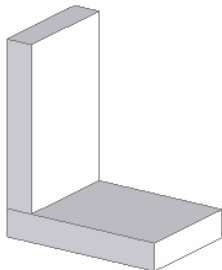

图 11-16 配合后的图形
(1) 重合。重合配合关系比较常用，是将所选择两个零件的平面、边线、顶点，或者平面与边线、点与平面，使其重合。图 11-15 所示为配合前的两个零部件，标注的 6 个面为选择的配合实体。利用前面介绍的配合操作步骤，在属性管理器中“配合选择”一栏中，选择图 11-15 中的平面 1 和平面 4，然后单击“标准配合”一栏中的“重合”按钮图标，注意重合的方向，单击属性管理器中的“确定”按钮图标，将平面 1 和平面 4 添加为“重合”配合关系。重合此步骤，将平面 2 和平面 5，平面 3 和平面 6 添加为“重合”配合关系，注意重合的方向，结果如图 11-16 所示。